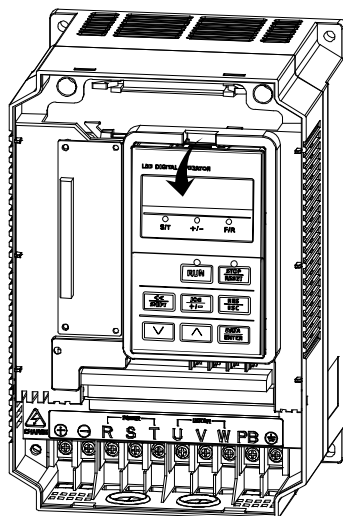

图 2-4 键盘拆卸图示
2. 键盘的拆卸：将手指放在键盘上方的手指插入槽，略微用力向下按压，再轻轻往外拉即可拆下键盘；如图 2-4 所示。